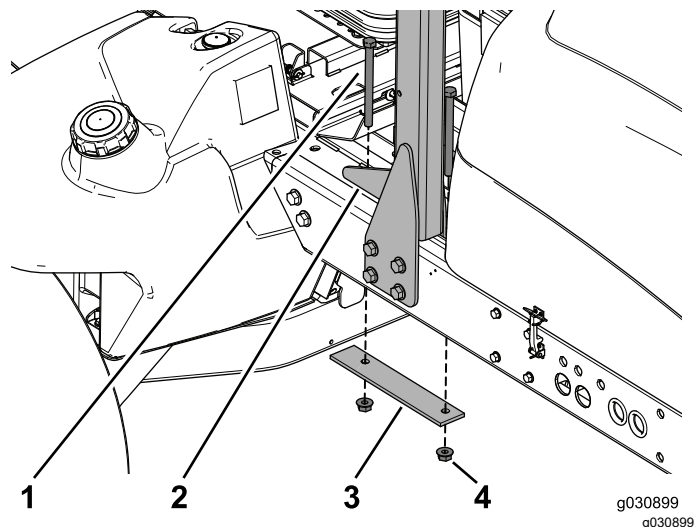

Рисунок 4
3. Отверните и сохраните 2 болта, а также снимите и сохраните усиливающую пластину и 2 фланцевые гайки, крепящие защитную дугу к верхней части рамы (Рисунок 4).